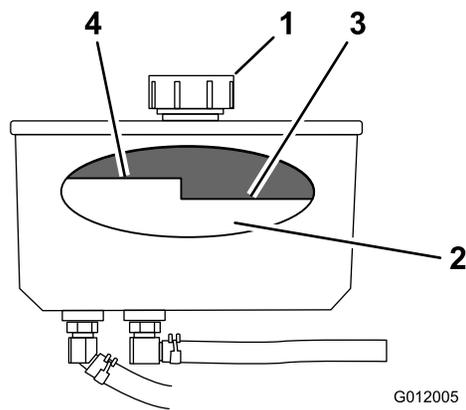

Bild 73
- Reinigen Sie den Bereich um den Deckel und den Einfüllstutzen des Hydraulikölbehälters (Bild 73).
- Drehen Sie den Deckel vom Einfüllstutzen ab (Bild 73).
Hinweis: Der Füllstand sollte bei heißem Öl unterhalb der Oberkante der heißen Einfüllmarkierung der Zwischenplatte sein (Bild 73).